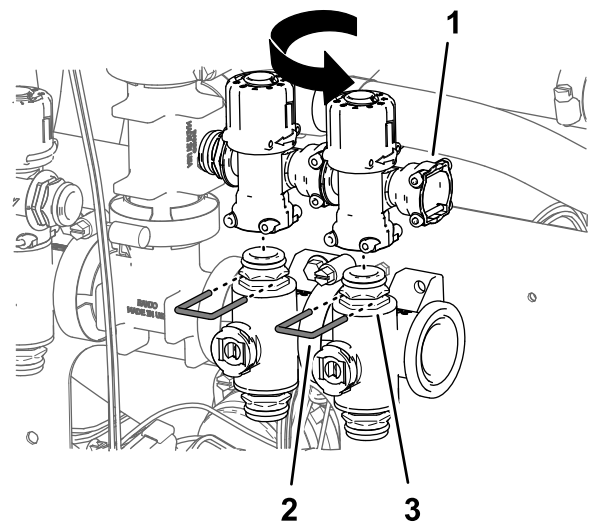

Bild 101
8. Wiederholen Sie die Schritte 5 bis 7 für die Sicherheitsventile des Düsenventils 6 und Düsenventils 7 (**Bild 101**).